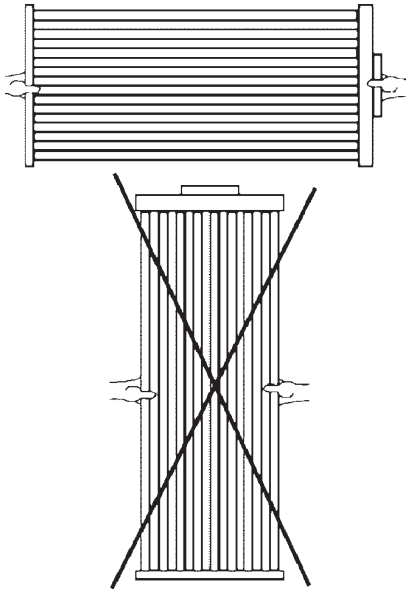

Fig. 2
- Atornillar el colector a las guías con los tornillos suministrados con los soportes (fig. 2)